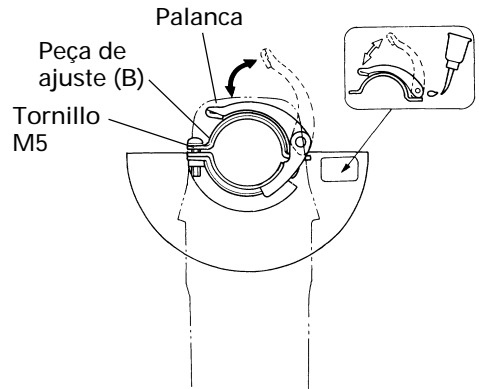

Fig. 2
- [Forma de fijar ya ajustar la cubierta protectora de muela] (Fig. 2)
- Lubrique la sección deslizante de la pieza de sujeción (B) y la palanca si ésta no se mueve suavemente.